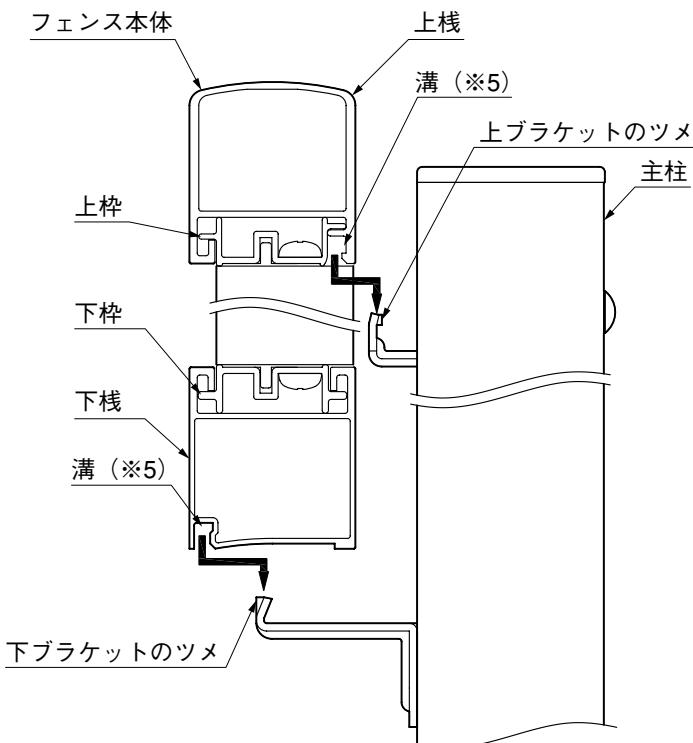

図3-2
- ② フェンス本体の上桟、下桟の溝（※5）に上ブラケット、下ブラケットのツメが入るようにフェンス本体を主柱に取付けてください。（図3-2参照）
- 上下枠は、上枠と下枠の形状が異なりますので注意してください。（図3-2参照）